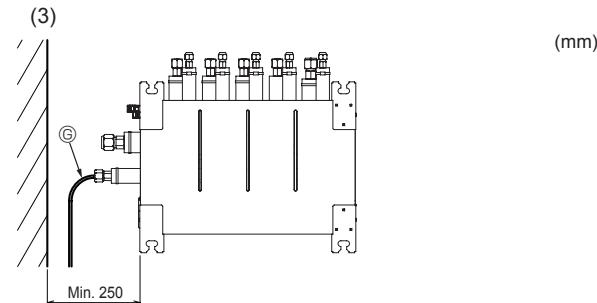

Fig. 4-10
(3) Sett ovanifrån (Fig. 4-10)